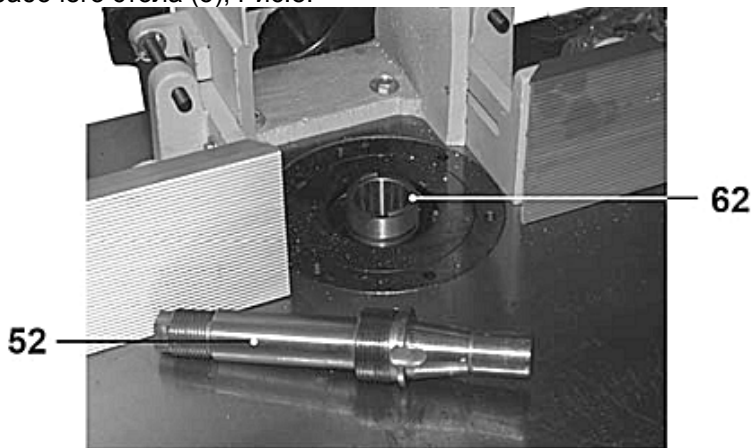

Рис. 9
8.6.1. На станке предусмотрена замена вставки шпинделя (52) или установка цанг в конусное отверстие шпинделя (62), Рис.9.
8.6.3. Ослабьте два винта зажимной гайки (59). Ключом (56) скрутите зажимную гайку (59) и колпачковую гайку (58), аккуратно демонтируйте вставку шпинделя (52), Рис.9, 10.
8.6.5. Конструкция шпинделя (62) предусматривает установку фрез с цилиндрическим хвостовиком диаметром 8мм. или 12мм. В конусное отверстие шпинделя (62) установите необходимую цангу (64). На цангу (64) установите вставку (63). На шпиндель (62) накрутите (1,5 – 2 оборота) колпачковую гайку (58). В цангу (64) установите фрезу, положение надёжно зафиксируйте колпачковой гайкой (58), Рис. 9,10.